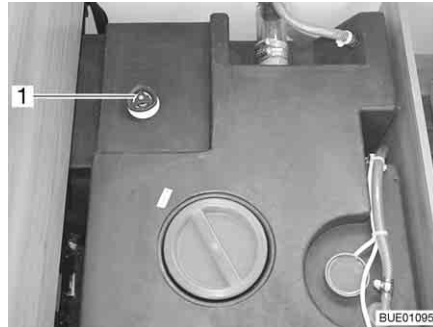

Fig. 233 Réservoir d'eau avec poignée tournante
- Faire tourner la poignée tournante (Fig. 233,1) du réservoir d'eau à fond dans le sens contraire des aiguilles d'une montre au-delà de la résistance pour ouvrir entièrement l'ouverture d'écoulement.